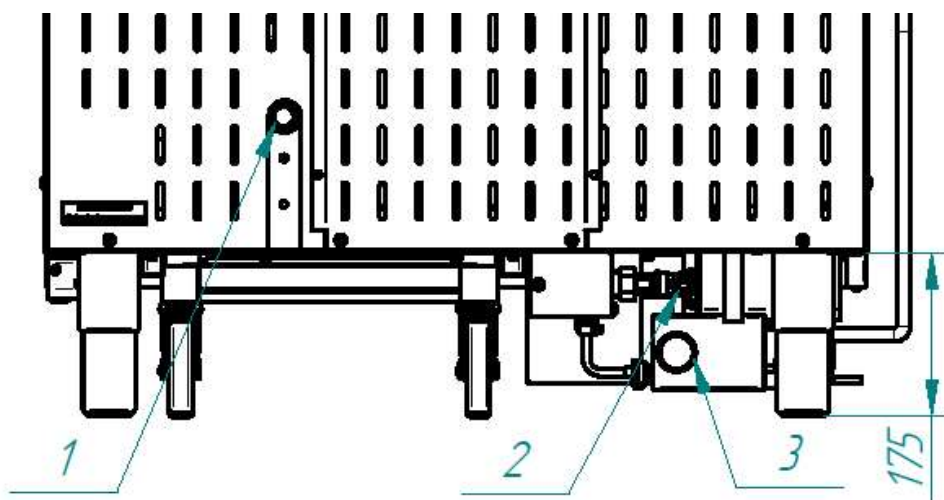

Рис. 4. Подключение пароконвектомата к системе водоснабжения
**Необходимо следить за тем, чтобы пароконвектомат был установлен в горизонтальном положении (для этого предусмотрены регулировочные ножки). Высота проема от пола до пароконвектомата должен быть не менее 175мм (см. рис. 4)**
- G3/4 наружная резьба (рис.4 поз.1) – подача воды парогенератор и в камеру. Подключать через водоумягчительную установку (водородно-ионного обмена) или фильтр воды. Рекомендуется использовать фильтр BRITA PURITY C300 Quell ST.
- G1/2" наружная резьба (см. рис.4 поз.2) – охлаждение коробки слива и душевое устройство. Допускается подключать к неподготовленной воде.
- используя шланг из комплекта поставки, подключить пароконвектомат к системе канализации. Шланг подключить к штуцеру с наружной резьбой G1¼" (рис.4 поз.3). Подключение к канализации выполнить с разрывом струи не менее 20мм от верха приемной воронки (СНиП 2.04. 01-85 п. 17.11).